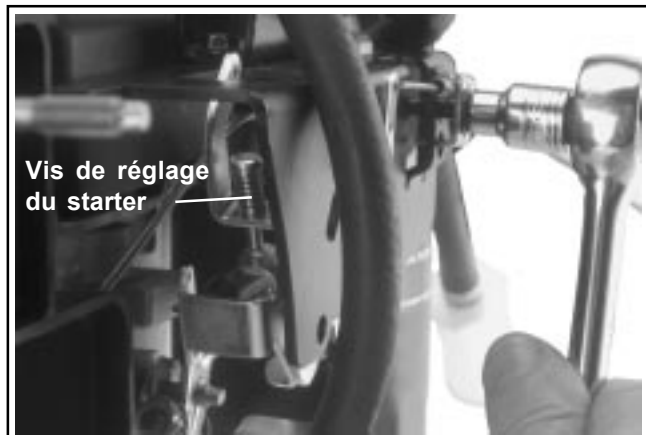

Figure 5-13. Réglage de la commande unique de starter/accélérateur.
- Placer le levier de la commande de l'accélérateur de l'équipement sur la position « fast » ou de régime élevé. La « languette » de manœuvre du levier du starter doit se trouver juste en-dessous de l'extrémité de la vis de réglage du starter. Voir la Figure 5-13.
2. Démarrer le moteur et le laisser chauffer. Placer le levier de la commande de l'accélérateur sur la position « **fast** » ou de régime élevé. Tourner la vis de réglage du starter (voir la Figure 5-13) dans le sens contraire des aiguilles d'une montre afin de ménager un jeu au niveau du levier du starter et d'éviter tout contact lors de l'étape 4. Voir la Figure 5-13.